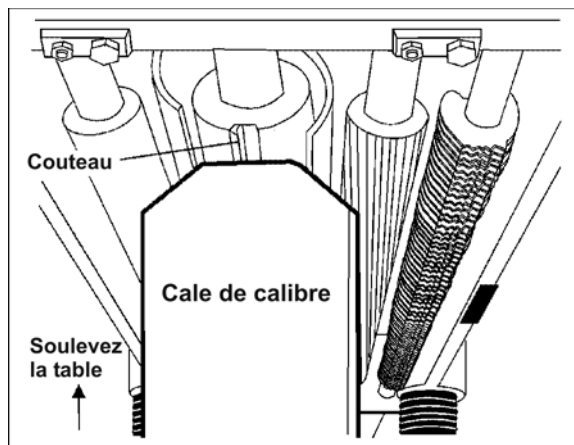

Figure 21
2. Placez la cale du calibre (Figure 21) de la table de travail directement sous le bord d'un couteau ou d'un coupe paraison comme illustré sur l'image. Touchez légèrement le bord du couteau en soulevant doucement la table.